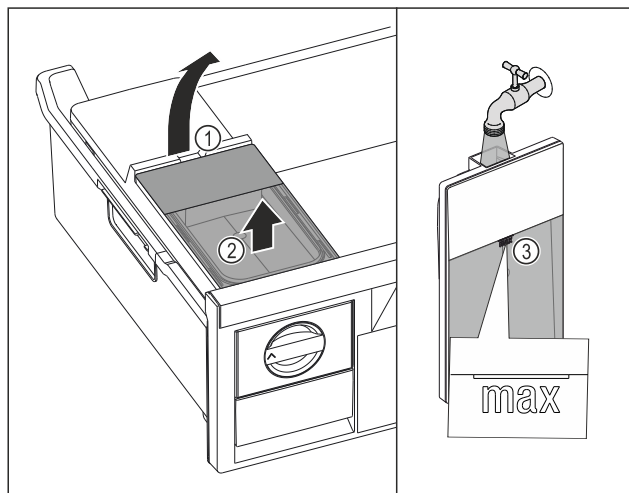

Fig. 180
- Zbiornik wody unieść za wycięcia Fig. 180 (1).
- Wyjąć zbiornik wody do góry Fig. 180 (2)
- Zbiornik wody napełnić wodą pitną aż do oznaczenia Fig. 180 (3).